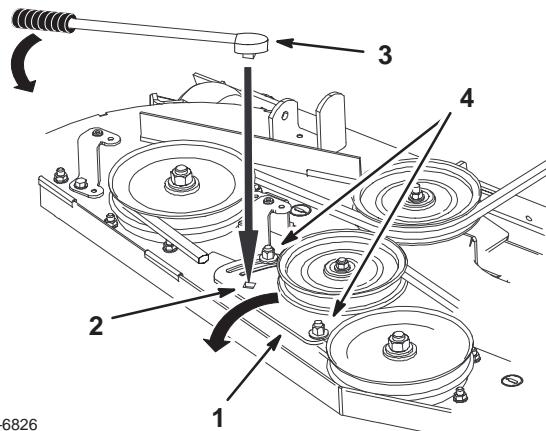

Figure 70
4. Desserrez l'écrou de fixation de la plaque de la poulie de tension et déplacez la plaque pour détendre la courroie sur la poulie de tension. Déposez la courroie usée du plateau de coupe (Fig. 70).
- Si un réglage est nécessaire, desserrez la plaque du bras de tension et effectuez le réglage (Fig. 70).
- Insérez un manche à rochet ou une barre de levier dans le trou carré de la plaque pour régler la tension (Fig. 70).
- Pour augmenter la tension de la courroie, tournez la plaque de la poulie de tension jusqu'à ce qu'une résistance soit sentie et que la rotation s'arrête. Ne continuez pas quand elle s'arrête (Fig. 70).
- Serrez les boulons de la plaque de la poulie de tension (Fig. 70).
- Réglez la tension de la courroie et la plaque de la poulie de tension au besoin, et serrez fermement toutes les fixations (Fig. 70).